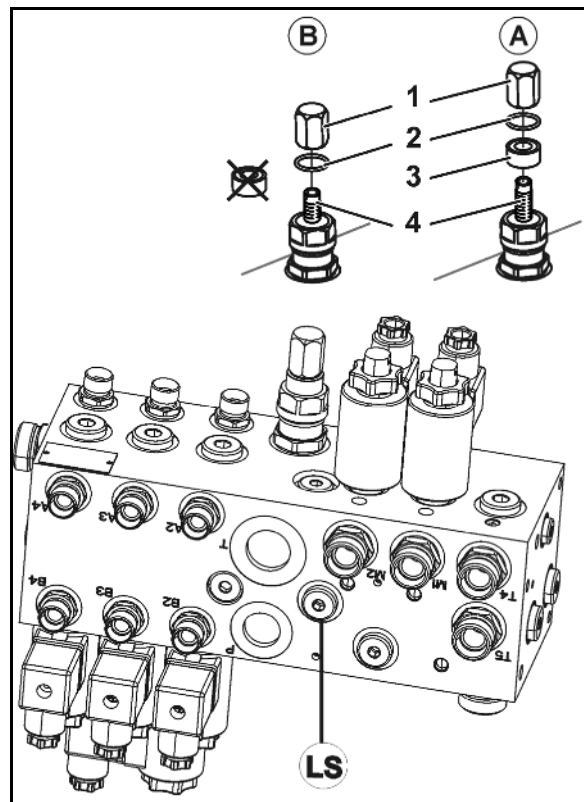

Fig. 32
3. Monter avstandshylse (ikke Load-Sensing) (Fig. 32/A),